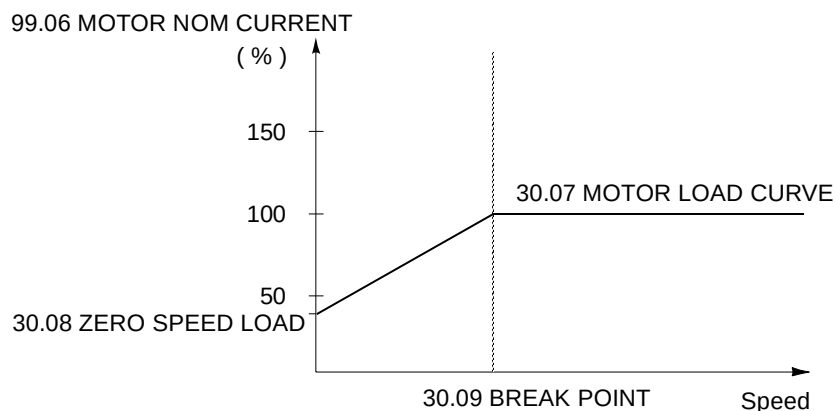

图 6-15 电机负载曲线。
- * 根据负载曲线计算电机发热 (图 6-15)。如果在曲线上部区域运行，电机将升温并超过额定温度，而在曲线下部区域运行电机将冷却。升温 and 降温的速率由 MOTOR THERM TIME 决定。